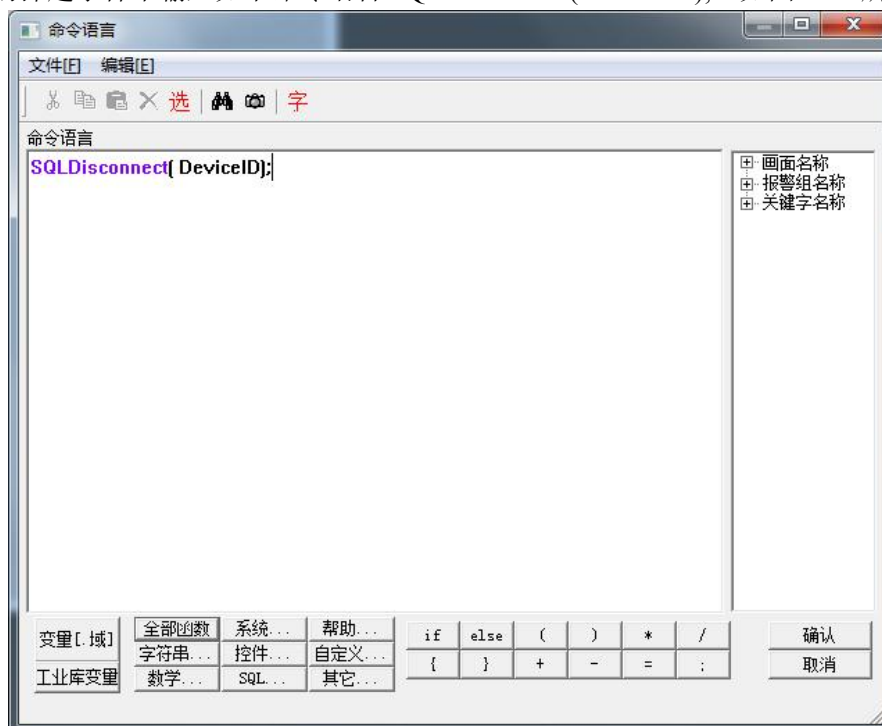

图 9-10 断开数据库连接命令语言
2、在按钮的弹起事件中输入如下命令语言 SQLDisconnect( DeviceID); 如图 9-10 所示。